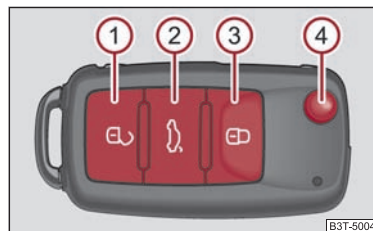

Fig. 37 Cheia cu telecomandă
- Apăsați tasta ② ⇒ fig. 37 circa 0,5 secunde. Informații suplimentare ⇒ pagina 44.
- Apăsați tasta ② ⇒ fig. 37 circa 1 secundă. Informații suplimentare ⇒ pagina 44.
- Apăsați tasta ② ⇒ fig. 37 circa 1 secundă. Informații suplimentare ⇒ pagina 47.